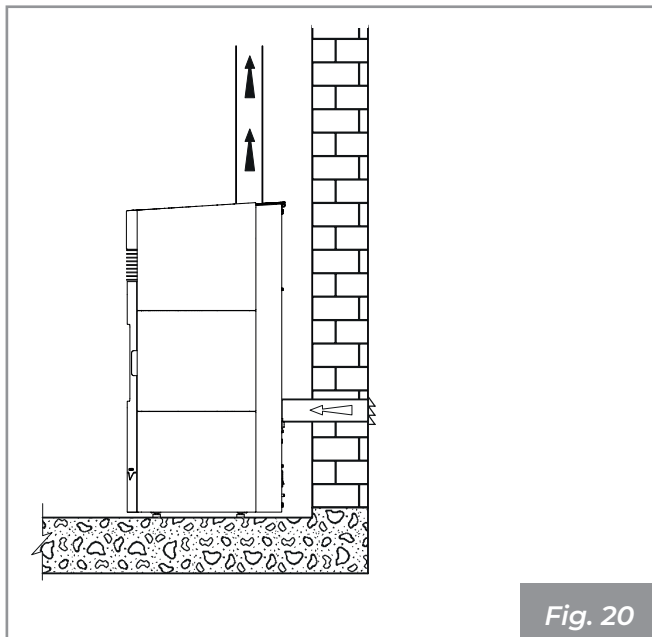
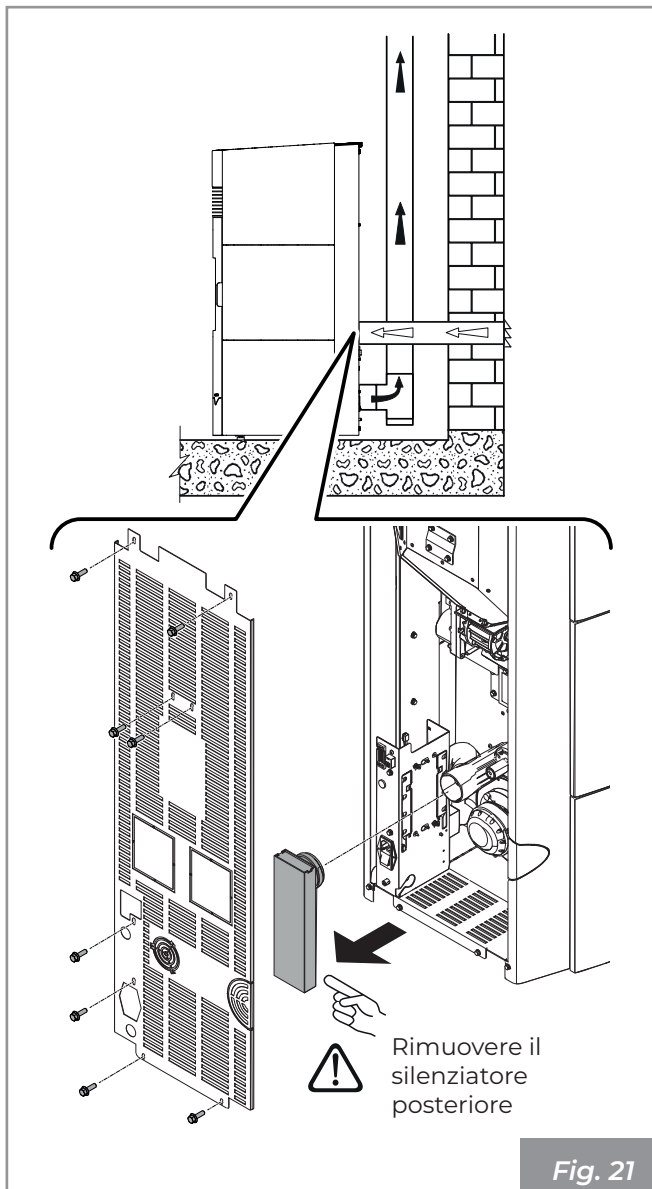

Fig. 20
Fig. 21
- provenire direttamente dall'esterno con collegamento diretto alla camera di combustione (**Fig. 18 - Fig. 21**).
- collegare l'ingresso dell'aria comburente dell'apparecchio alla presa d'aria con un apposito condotto (**Fig. 20 - Fig. 21**).